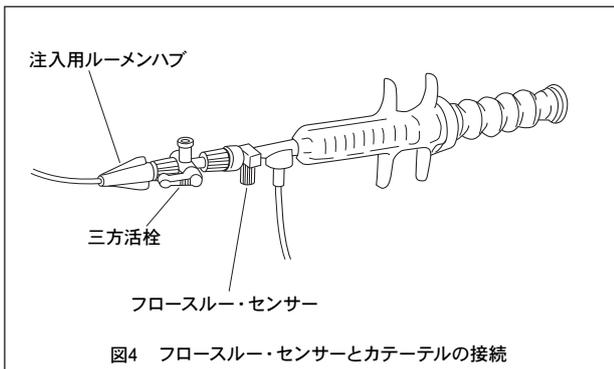

図4 フロースルー・センサーとカテーテルの接続
1. システム内に空気がないことを確認します。カテーテル注入用ルーメンハブを本品の三方活栓に接続します（図4）。